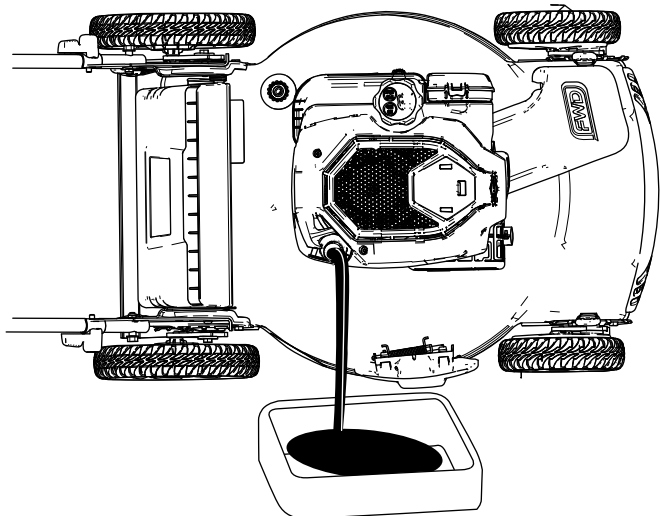

Figura 20
4. Inclinate la macchina sul fianco (di modo che il filtro dell'aria si trovi in alto) per scaricare l'olio usato attraverso il tubo di riempimento (Figura 20).